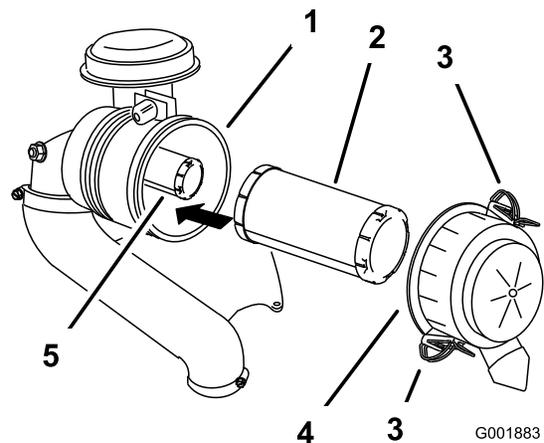

Bild 59
3. Lösen Sie die Riegel am Luftfilter und ziehen Sie die Luftfilterabdeckung vom Luftfiltergehäuse ab (Bild 59).
5. Schieben Sie den Hauptfilter vorsichtig aus dem Luftfiltergehäuse heraus (Bild 59).
4. Bringen Sie die Luftfilterabdeckung an und befestigen die Riegel (Bild 59).
2. Wenn Sie den inneren Filter auswechseln, schieben Sie ihn vorsichtig in das Filtergehäuse (Bild 59).
3. Schieben Sie den Hauptfilter vorsichtig auf den Sicherheitsfilter (Bild 59).